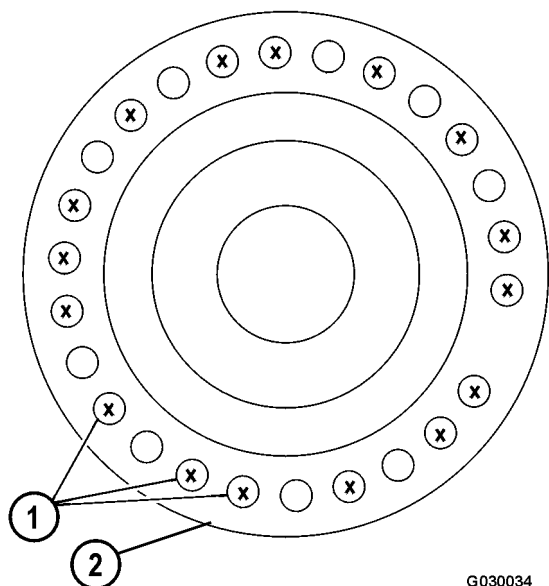

FIGURA 3-4. HERRAMIENTA DE DESMONTAJE DEL HUSILLO
- Consulte la Figura 3-4. Saque solo los tornillos que están indicados con una «X».